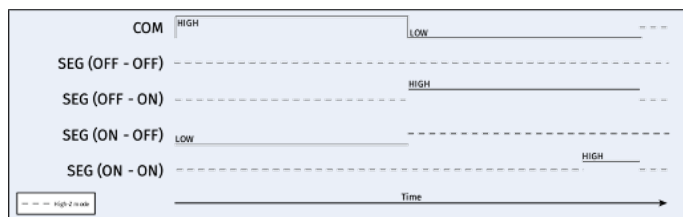

Figure 8. Cette technique de commande actualise l'afficheur en deux étapes, comme dans la méthode de commande A, mais sans tension d'électrode commune variable.
Cette technique de commande actualise l'afficheur en deux étapes, comme avec la méthode de commande A, mais sans tension d'électrode commune variable (figure 8). Premièrement, certains segments sont désactivés en mettant l'électrode commune à l'état haut (HIGH) et les électrodes des segments concernés à l'état bas (LOW)/0 V (ce qui fournit $-V_{SUPPLY}$ aux segments). Deuxièmement, certains segments sont activés en mettant la tension commune au niveau bas et les électrodes des segments concernés à l'état haut (résultant en $+V_{SUPPLY}$ à travers les segments). Une impulsion de rafraîchissement plus courte doit être appliquée aux segments qui doivent être maintenus à l'état actif (ON). La séquence se termine par mettre toutes les sorties en haute impédance (High-Z) pour maintenir l'état. Si le système est à une basse tension ou si les exigences de durée de vie sont limitées, cette technique peut être une bonne option.